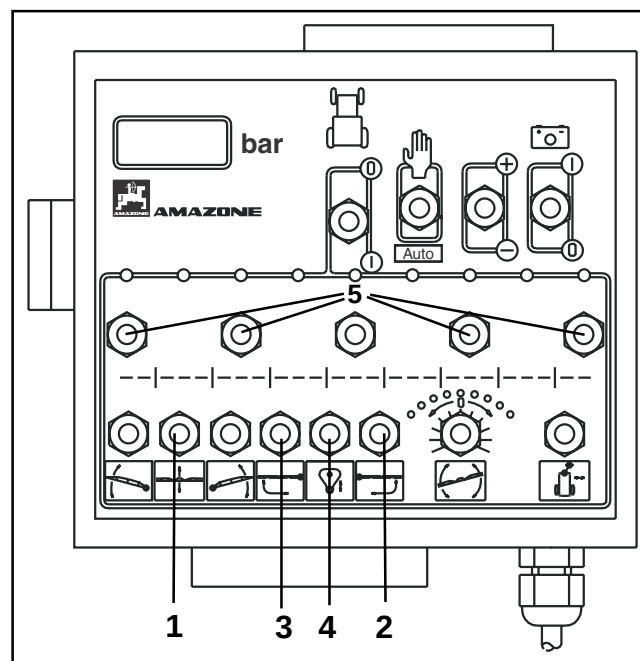

Fig. 8.13-16
- Aktiver tasten (fig. 8.13-16/4) og svingningsudligningen låses op fra transportstilling.